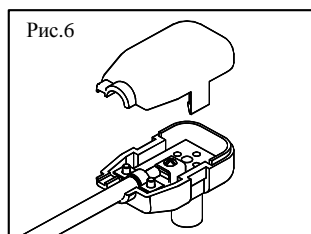

Рис. 6
- 5.7. Другой конец кабеля присоединить для антенн L010.20, L010.20B к антенной вилке, для антенн L011.20, L012.20, L013.20, L011.20B1, L012.20B1, L013.20B1 к сепаратору. Присоединение к сепаратору производить согласно рис. 6.